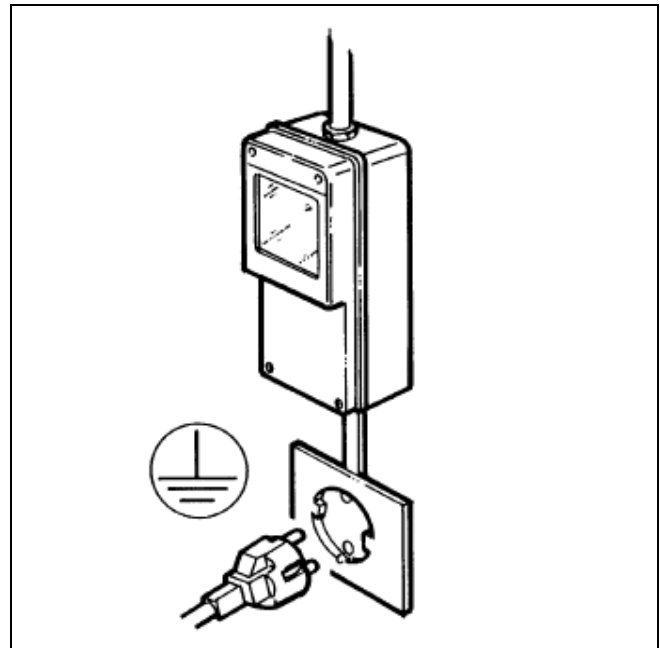

Fig. 15
- S'assurer que le raccordement est établi avec un système doté d'une mise à la terre efficace, conformément aux réglementations de sécurité en vigueur (fig.15). Le fabricant ne peut donc être tenu responsable des dommages causés par la non mise à la terre du système.
- Il est essentiel, pour une installation correcte et sûre, de prévoir une prise spéciale commandée par un interrupteur magnétothermique avec une distance d'ouverture des contacts égale ou supérieure à 3 mm, conformément aux réglementations nationales de sécurité en vigueur (fig. 15).